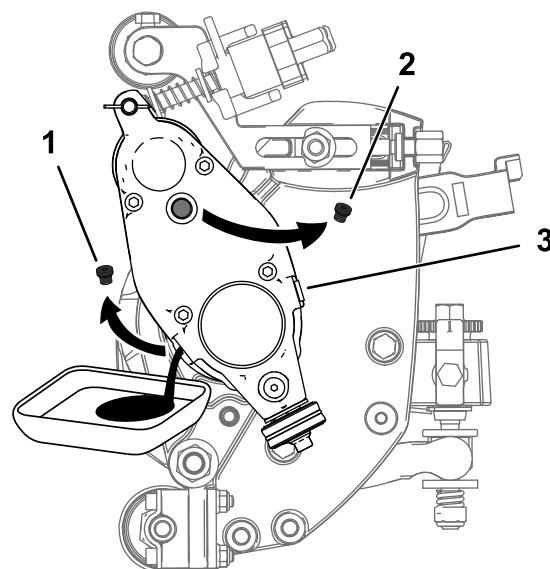

Рисунок 28
5. Наклоните режущий блок, установив его в вертикальное положение так, чтобы сливное отверстие было внизу и чтобы можно было обеспечить полный слив (Рисунок 28).